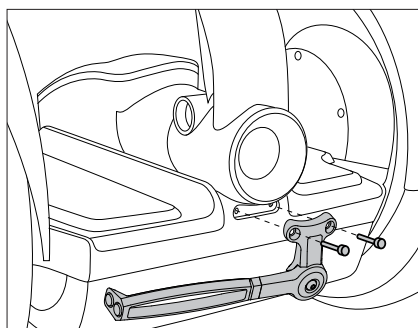

図 2. パーキングスタンドの取り付け
3. 穴を揃えてパーキングスタンドをフロントトリムに合わせます。図 2 を参照してください。
4. このキットに入っている 2 本の 14 mm ファスナーを、パーキングスタンドからフロントトリムに通します。図 2 を参照してください。4 mm 六角レンチを使って、ファスナーを 1.5 N·m (13 in·lbf) のトルクに締めます。